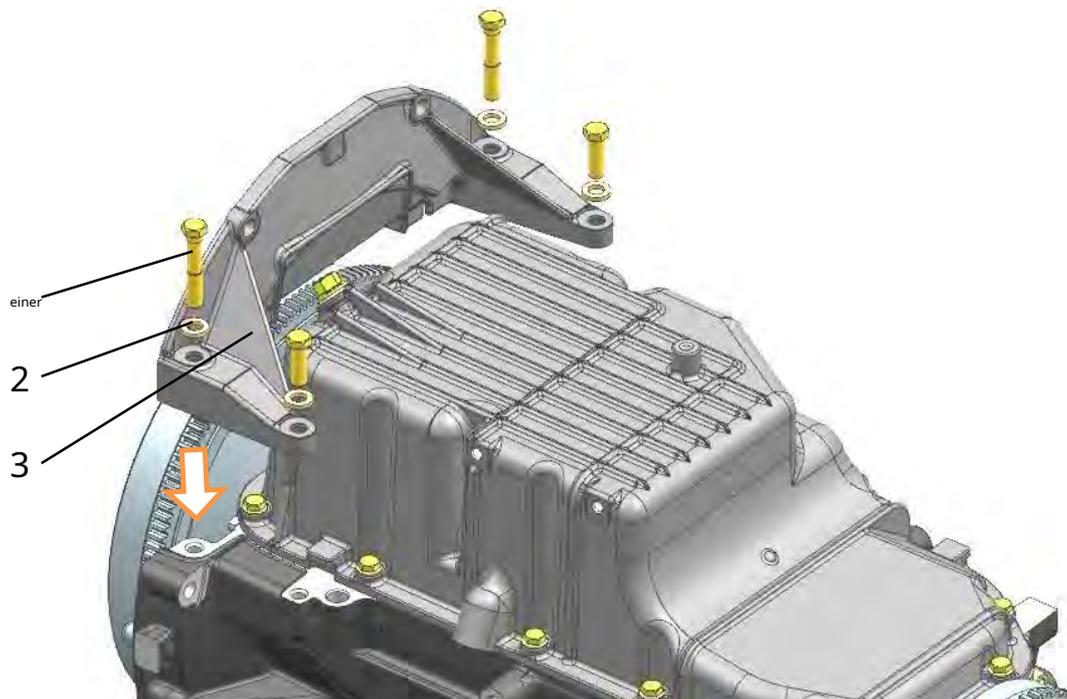

Abb. 166. Kupplungsverstärker einbauen:
**fünfzehn.** Kupplungsgehäuseverstärker 3 (Abb. 166) einbauen und befestigen, neue Schrauben 1 mit Unterlegscheiben 2 mit einem Drehmoment von 28,4 ... 35,3 N m (2,9 ... 3,6 kgf m).